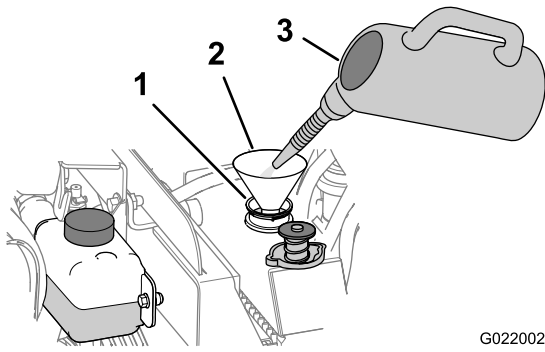

Figure 82
- C. Versez une solution de nettoyage du système de refroidissement dans le radiateur par le goulot de remplissage (Figure 82).